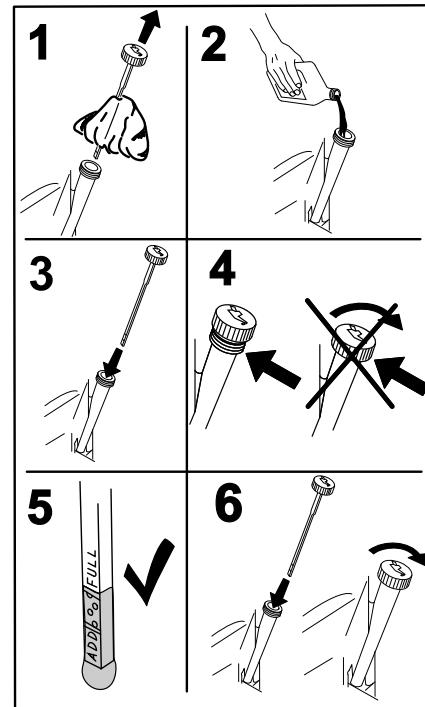

Figura 50
4. Vierta lentamente un 80% aproximadamente del aceite especificado por el tubo de llenado, luego añada lentamente el resto del aceite hasta que llegue a la marca de **Lleno** (Figura 50).